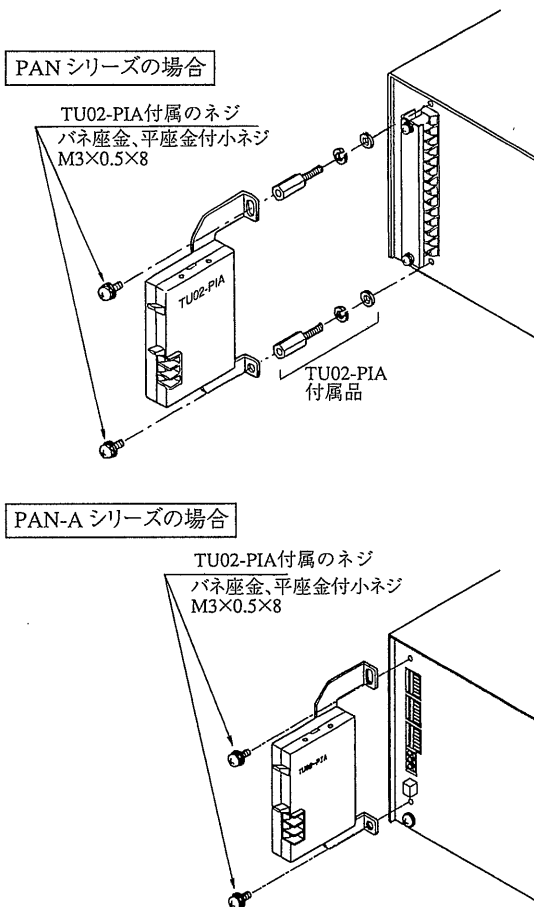

図 1-9
③ 図 1-9 のように TU02-PIA を取り付けます。